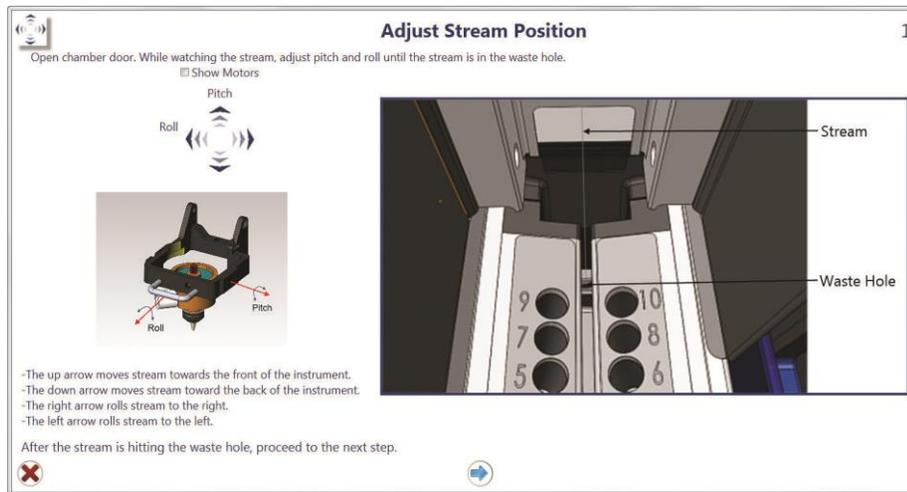

Рис. 121. Окно Adjust Stream Position (Отрегулировать положение потока)
28. Откроется окно Adjust Stream Position (Отрегулировать положение потока) (Рис. 121).